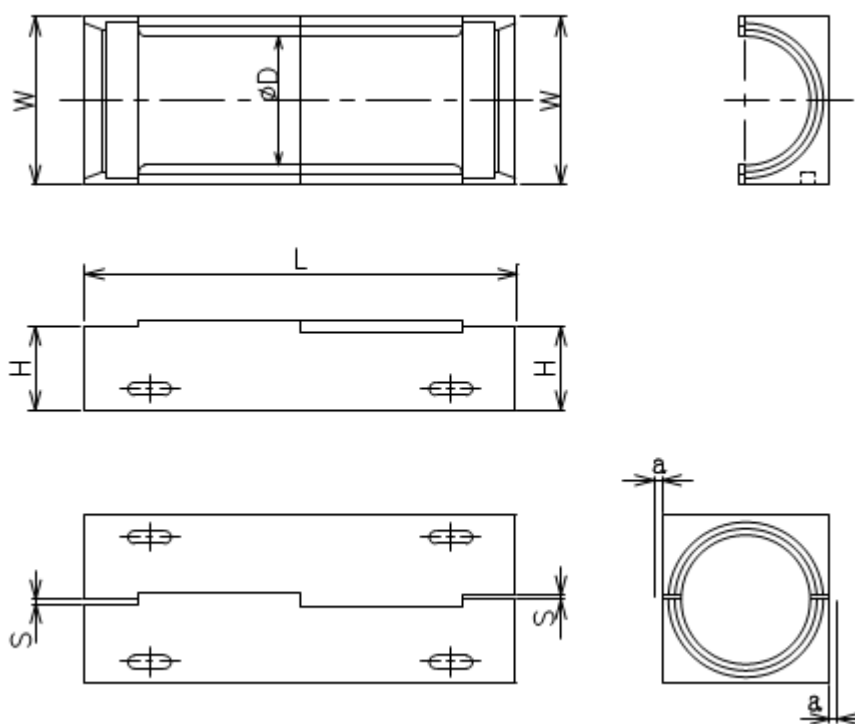

図.2 本体部材
- (1) 本体部材はリサイクルポリエチレン成形材料を主体としたものとします。
- (2) 本体部材の色は黒色とします。
- (3) 本体は上段・下段を1対とします。
- (4) 本体部材の寸法は図.2 に示します。